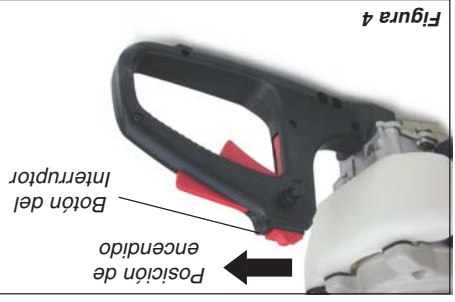

Figura 4 Posición de encendido
1. Deslice el botón del interruptor hacia la posición I (encendido). Consulte Figura 4.